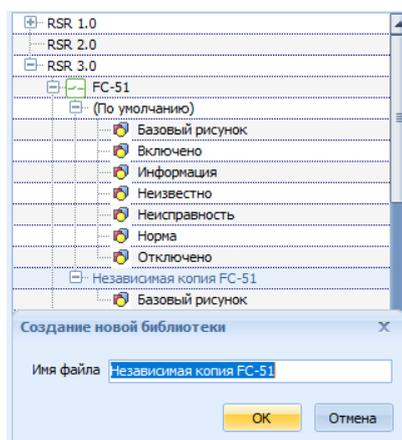

Рисунок 17.5 – В списке устройств добавлена независимая копия FC-51
– **Создать независимую копию устройства**, позволяет добавить в список пустую копию библиотеки данного устройства, в которую можно включить новые состояния (рисунок 17.5).